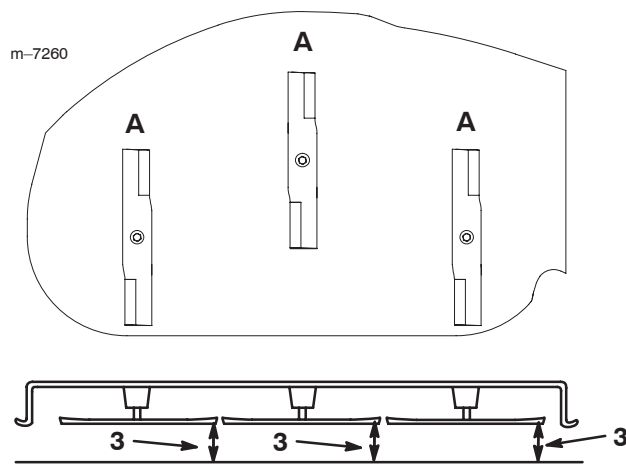

Figure 27
1. Tournez les lames pour qu'elles soient toutes dirigées dans le sens longitudinal (Fig. 27). Mesurez la distance entre la surface plane et le tranchant (position A) des lames (Fig. 27) et notez cette valeur.